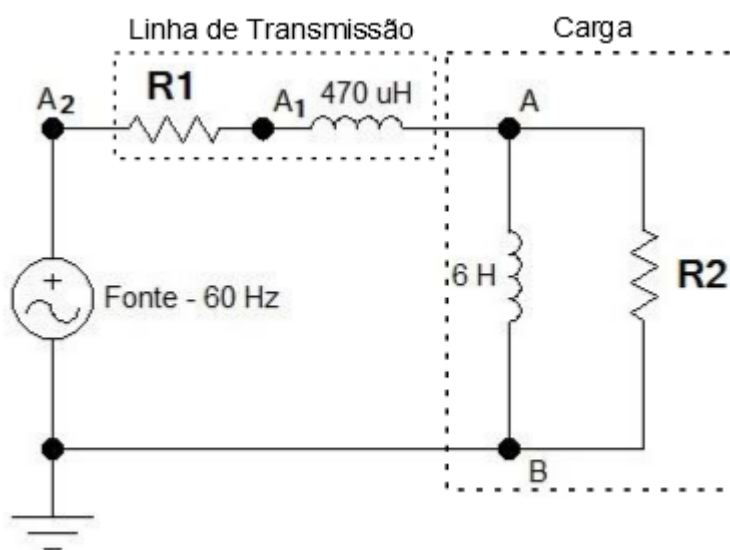

Figura 1
- a) Monte o circuito da Figura 1. Ajuste o valor da fonte de forma a aplicar 2 Vpp nos terminais da carga (pontos A e B). Considere  $R1 = 1,0XY \text{ k}\Omega$  e  $R2 = 5,0XY \text{ k}\Omega$  (substitua XY pelos dois últimos dígitos do seu número de matrícula). Anote o valor da tensão da fonte e meça o valor da corrente fornecida
*Obs.1: Para medir os sinais de tensão e corrente da fonte simultaneamente é necessário usar o ponto A2 do circuito da Figura 1 como referência de ambos os canais do osciloscópio. Nesse caso, os sinais medidos estarão defasados de  $180^\circ$  em relação ao sinal real. Este cuidado é desnecessário em simulações, podendo-se usar medidores de corrente e tensão do próprio simulador.*